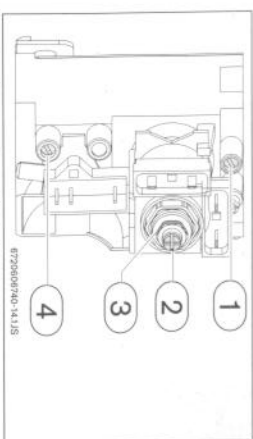

Fig. 5 Pontos de medição de pressão
- ▶ Utilizando a porca de ajuste (Fig. 5, pos. 3) regular a pressão até atingir os valores indicados na Tab. 4.